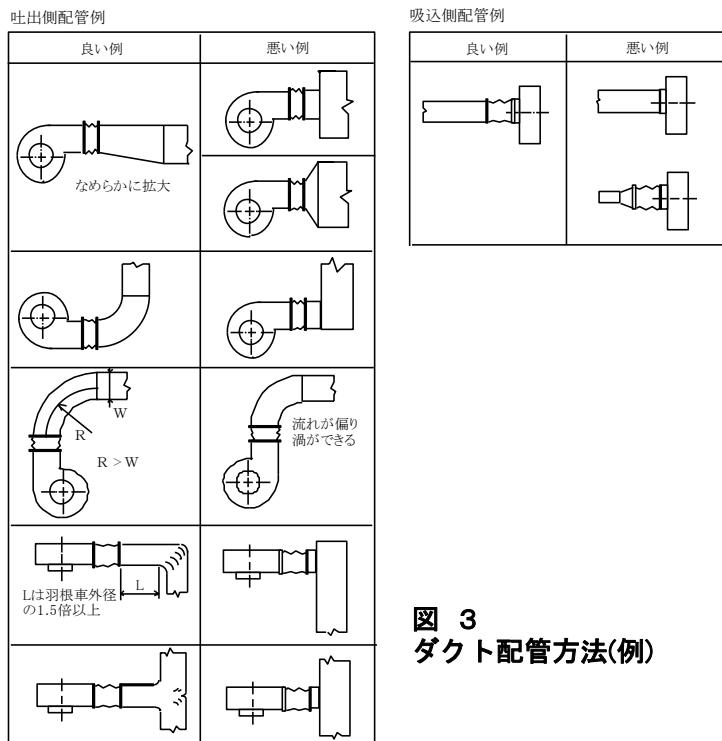

図3
ダクト配管例（図3）を参照して、次のようにダクトを施工してください。
- (1) 本機の取扱気体は、火災時の煙です。
- (2) ファンの吸込・吐出しフランジは、キャンバスなどの伸縮継手を介してダクトと接続してください。ファンとダクトを直接接続すると、ファンやダクトの振動過大の原因になるばかりか、ファンにダクトの質量がかかりファンが変形し、回転体と静止部の接触をひきおこすなど、重大な故障や破損の原因となります。また伸縮継手を取り外すことにより、内部確認も可能となるため、伸縮継ぎ手を使用してください。
- (3) ファンとダクトを接続する前に、ダクト内およびファンの内部を点検し、ウエス（布）・工具などの異物が無いことを確認してください。
(4) ダクトの口径はファンの口径と一緒にしてください。ファンの口径とダクトの口径が極端に異なる場合は、騒音が大きくなったり、所定の性能が確保されない場合があります。特に吸込側のダクトには、直線部（少なくとも口径の2倍以上）を設けると共にファン吸込口で伸縮管の凹みやダクトの急な曲がりによって気流が絞られることのないようにご注意ください。(図3)
(5) ファンは停止中に逆風を受けると逆転します。逆転中に始動しますと、始動時間が長くなり、電動機焼損の原因となる場合がありますので、自然風などによりファンが逆転しないよう、逆風を受ける配管は避けてください。逆風を受けるおそれがあるときは、配管中に逆止弁などを取付けてください。